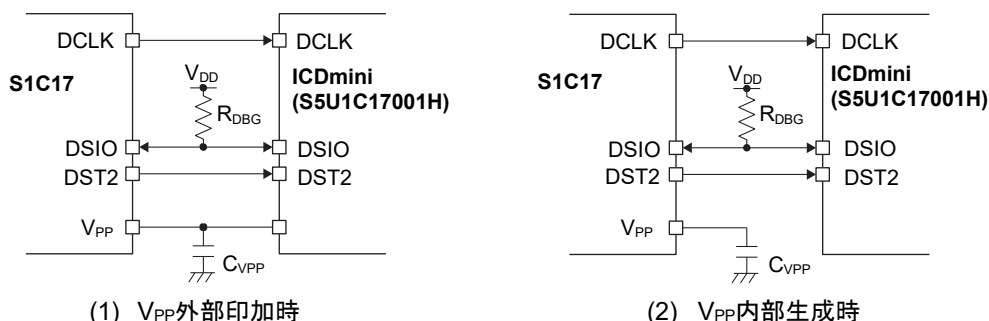

図 4.3.3.1 外部接続
Flash メモリは、オンボードプログラミングに対応しており、ICDmini を介してデバッガから ROM データをプログラミングすることができます。オンボードプログラミング時の接続図を図 4.3.3.1 に示します。
EEPROM 書き換え時は内部生成した V_{PP} 電圧のみ使用可能です。図 4.3.3.1 外部接続の“(2) V_{PP} 内部生成時”に示したとおり、 V_{PP} 端子に C_{VPP} を接続してください。EEPROM のデータ書き換えにおいても、4.3.3 節の注が適用されます。